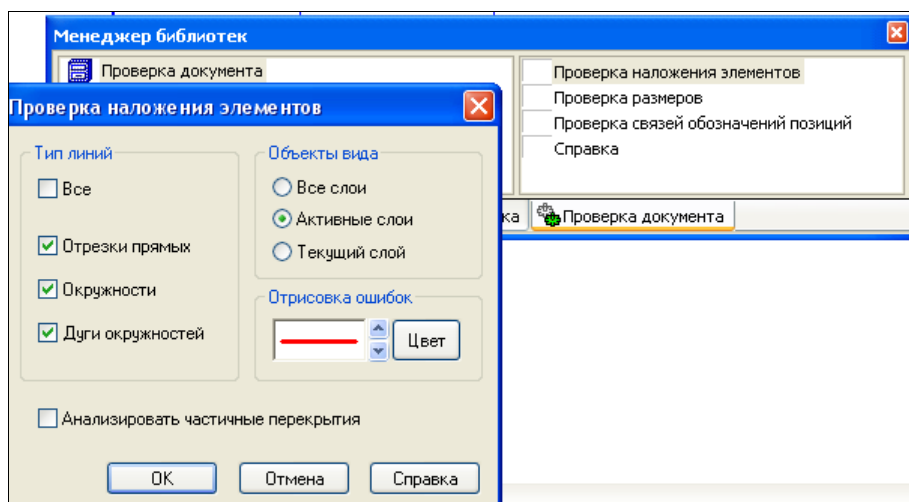

Рис. 26.31. Библиотека Проверка документа
- ◆ щелкните ЛК мыши по вкладке **Проверка документа** (рис. 26.31). В правой части диалога четыре команды: **Проверка наложения элементов**, **Проверка связей обозначений позиций**, **Проверка размеров** и **Справка**;